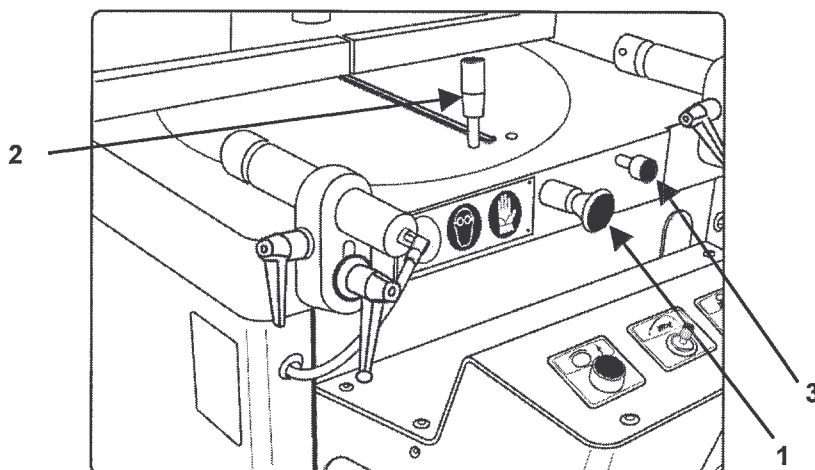

Fig. 09-01
Allentando prima il pomello "3" e tirando successivamente il pulsante "1" - Fig. 09-01 si libera la lama per la rotazione.
Impugnando la leva "2" - Fig. 09-01 si ruota la lama nella posizione voluta.
- 90° - Fig. 09-01
Le graduazioni intermedie di taglio si ottengono, dopo che si è tirato il pulsante "1" - Fig. 09-01, ruotando la lama impugnando la leva "2" - Fig. 09-01.
Leggendo il valore dei gradi voluto si blocca la lama stringendo il pomello "3" - Fig. 09-01 e rilasciando il pulsante "1" - Fig. 09-01.